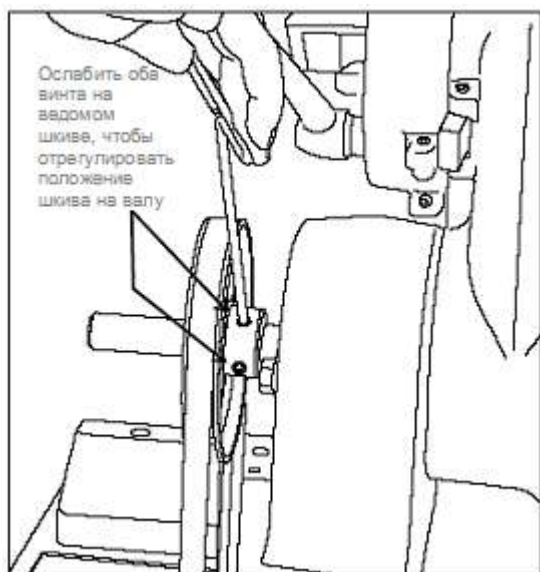

Рис. 14: Ослабление зажимных винтов шкива, для регулировки шкива на валу.
17. Проверить совпадение шкивов. При необходимости – отрегулировать, слегка двигая двигатель (это включает в себя ослабление и затяжку болтов крепления и проверку натяжения) или путем сдвига шкива на валу двигателя (включает в себя ослабление зажимных винтов и сдвиг шкива) (Рис. 14).